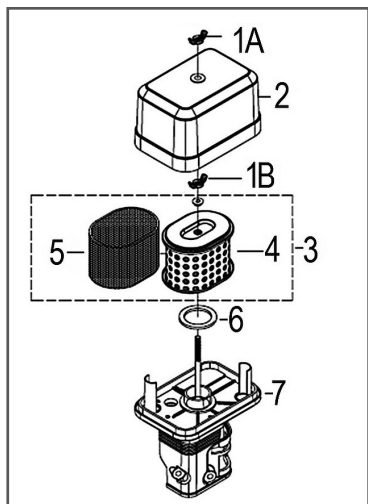

Рис. 25 Обслуживание воздушного фильтра
1. Открутите барашковую гайку 1А и снимите крышку 2 воздушного фильтра (Рис. 25).
2. Открутите барашковую гайку 1В и извлеките из корпуса воздушный фильтр 3 в сборе (Рис. 25).
3. Проверьте целостность и чистоту фильтрующих элементов. Поролоновый (предварительный) фильтрующий элемент 5 установлен на корпусе бумажного фильтрующего элемента 4 (Рис. 25).
4. При незначительном загрязнении промойте поролоновый фильтрующий элемент 5 (Рис. 25) теплым мыльным раствором и просушите. Поврежденный или сильно загрязненный поролоновый фильтрующий элемент замените.
5. Произведите очистку крышки 2 и корпуса 7 воздушного фильтра (Рис. 25), не допуская попадания пыли и грязи в воздуховод, ведущий к карбюратору.
7. Перед установкой воздушного фильтра убедитесь, что уплотнительное кольцо 6 воздушного фильтра находится на месте и не имеет поврежденный (Рис. 25).